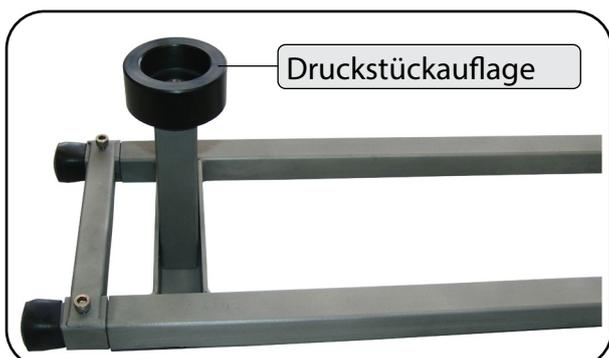

Abbildung 29
1. Positionieren Sie die Wannenauflagenerhöhung, mit der schwarzen Druckstückaufnahme nach oben zeigend, in die u-förmige Öffnung der Druckstückaufnahme (Abbildung 29).